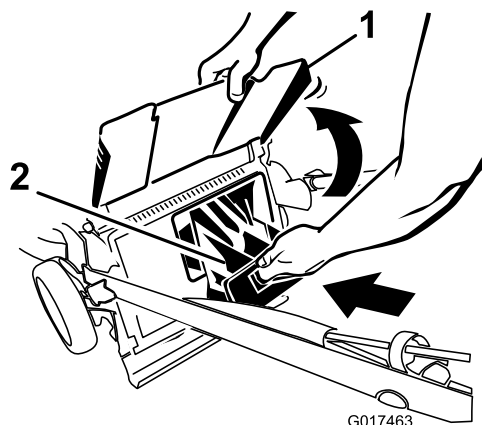
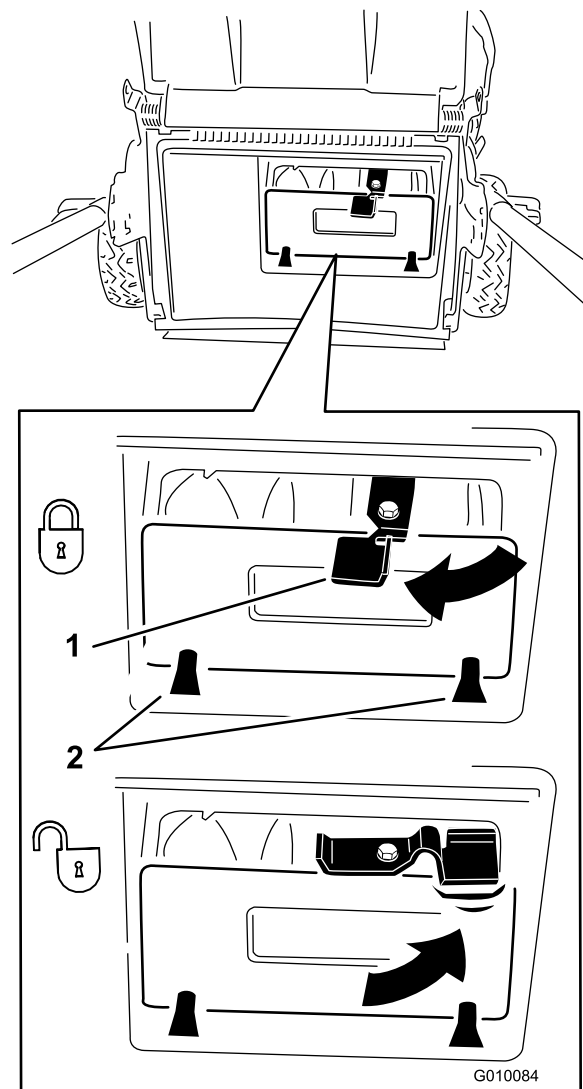

Figure 18
Figure 19
**Important:** Vérifiez que l'obturateur de l'éjecteur arrière est verrouillé en place. Pour verrouiller l'obturateur : relevez le déflecteur d'éjection (Figure 18), appuyez fermement sur l'obturateur jusqu'à ce qu'il s'enclenche en position derrière les pattes, et tournez le levier situé sur l'obturateur vers la gauche (Figure 19).